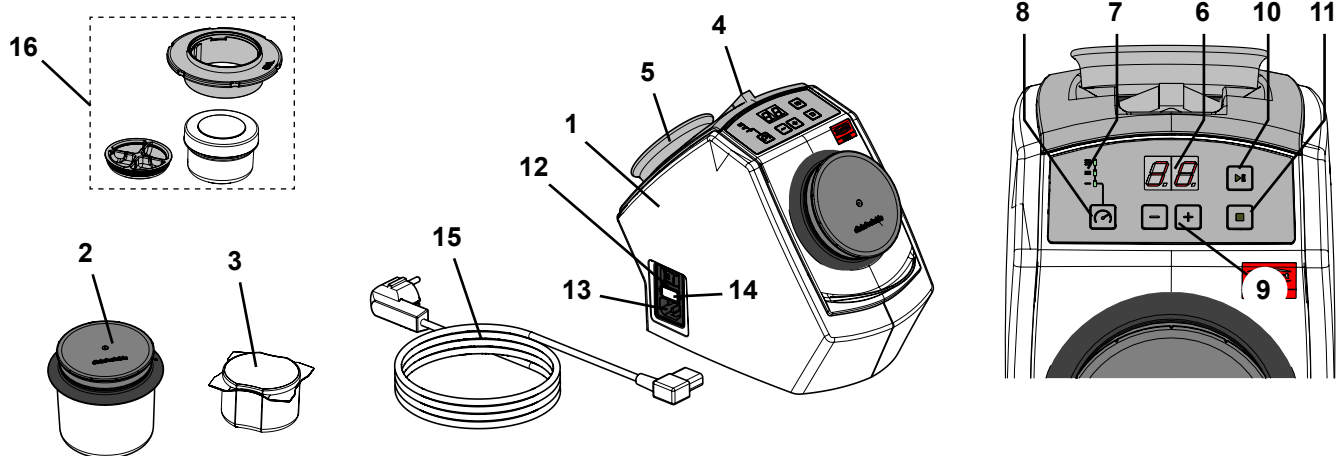

Fig. 1
- ▶ Magnetul de susținere (fig. 1, poz. 5) conține plumb.
- ⇒ Amplasați penseta atașată și magnetul de susținere în % concavitățile de susținere pe partea posterioară a aparatului (fig. 1).
- ⇒ Alegeți cablul de rețea (15, fig. 1) cu fișa de rețea potrivită în țara dumneavoastră.
- ⇒ Introduceți cablul de rețea în racordul la rețea (13, fig. 1).
- ⇒ Conectați aparatul la întrerupătorul de rețea (12, fig. 1).
- ⇒ Umpleți paharul de curățare (2, fig. 1) cu 75 g ace de curățare (corespunde unei unități de ambalare).
- ⇒ Umpleți minipaharul SYMPRO (accesoriu) (16, fig. 1) cu ~ 5 g ace de curățare.